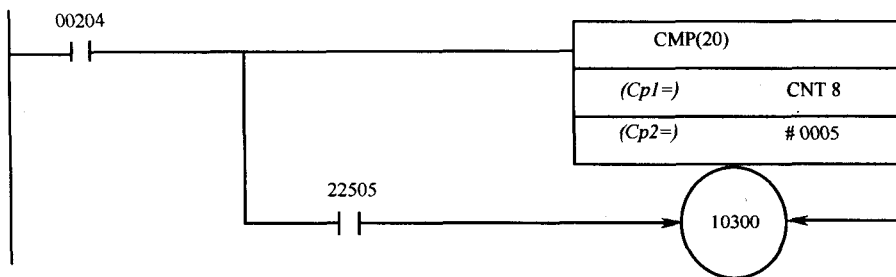

图 6-13 CQM1 的比较指令有条件地执行，并且有一个使用这个结果的分支
如图 6-13 所示，每次 CMP(20)指令执行时，这个指令会比较第一比较值（Cp1，第一个参数）和第二比较值（Cp2，第二个参数）。在指令中指定的两个比较的值可以是存储器
如图 6-13 所示，接着的指令可以检查状态位，在此处只要计数器 8 的当前值大于 5，输出映像位 10300 会被开启。注意在这个例子中，如果使 CMP(20) 指令执行的逻辑为真，输出 10300 可以继续。这个构造阻止其他的可能影响 SR22505 的指令意外地使输出 10300 启动。